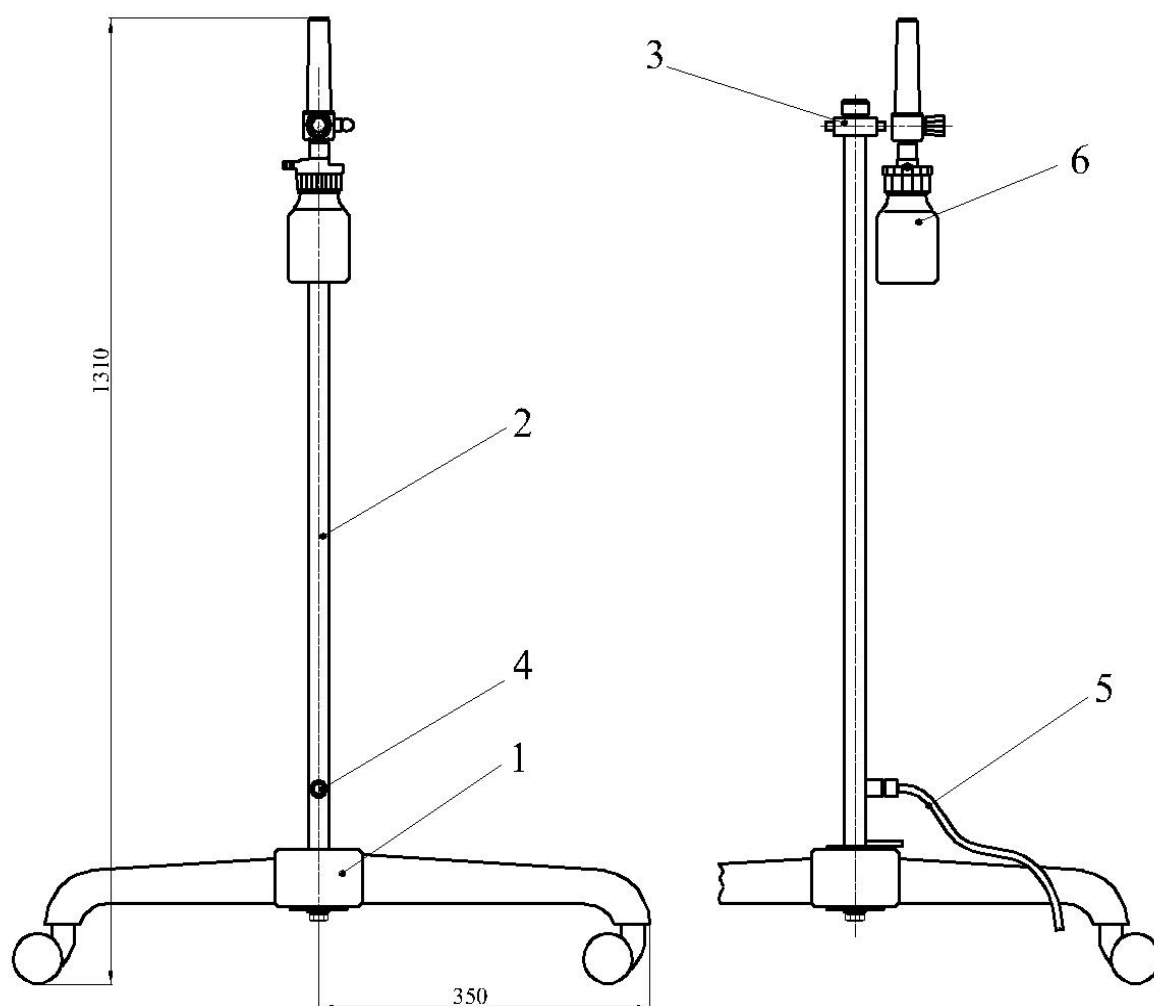
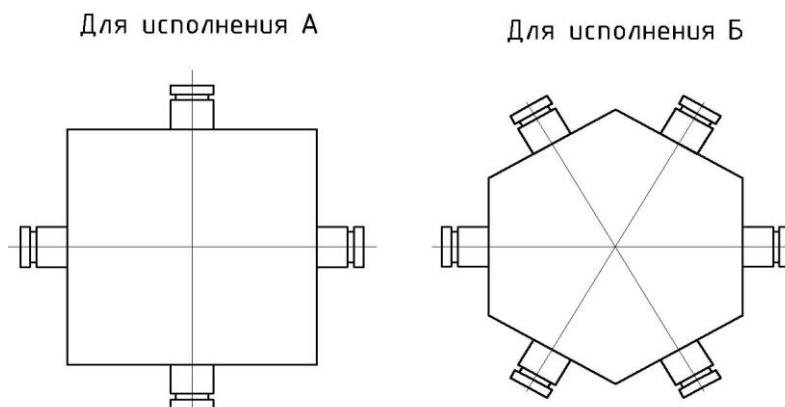

Рисунок 1. Внешний вид и основные размеры изделия.
Рисунок 2. Внешний вид системы подачи медицинского кислорода в ПМГ-М
1.3.2 Изделие состоит (см. рисунок 1) из мобильной стойки (позиция 2), в верхней части которой установлена система подачи медицинского кислорода с манометром (позиция 3), а в нижней части – быстроразъёмное соединение (позиция 4) с полиуретановой трубкой (позиция 5) и расходомеров-увлажнителей (позиция 6).
1.3.3 Стойка представляет собой трубу круглого сечения на пятилучевом основании (рис.1, позиция 1) на колесных опорах, два (один по согласованию с заказчиком) из которых имеют тормоз для фиксации изделия в месте установки.
1.3.4 Система подачи медицинского кислорода (рис. 1, позиция 3) состоит из корпуса и размещенных в нем шести или четырёх соответственно (рис.2) быстроразъёмных муфт (или клапанов) для подключения расходомеров-увлажнителей кислорода РУК-1 (рис.1, позиция 6).
1.3.5 Давление в системе подачи кислорода контролируется манометром (рис.1, позиция 3). Манометр в изделии поверен заводом-изготовителем, осуществляет функцию индикатора и дальнейшей обязательной поверке не подлежит.
1.3.6 В каждое быстроразъемное соединение системы подачи медицинского кислорода (рис.2) подсоединяется расходомер-увлажнитель кислорода РУК-1 (далее – РУК-1) (рис.1, позиция 6), к выходному ниппелю которого подсоединяется шланг для подключения к кислородной маске, канюле, небулайзеру (в комплект поставки не входят).
РУК-1 (рис.1, позиция 6) представляет собой специальное устройство для редукции и увлажнения кислорода подаваемого пациенту. Он поставляется потребителю калиброванным и в дальнейшем калибровки не требует.
1.3.7 В быстроразъемное соединение (рис.1, позиция 4) устанавливается полиуретановая трубка (рис.1, позиция 5), которая соединяет ПМГ-М с узлом подачи кислорода.
3.1.7 Подключить к системе подачи медицинского кислорода (рис.2) увлажнители РУК-1.
3.2.2 Подключить к быстроразъёмной муфте (рис.1, позиция 4) полиуретановую трубку (рис.1, позиция 5) которая соединяет ПМГ-М с узлом подачи кислорода. Убедиться в надежности её фиксации в ловителе быстроразъёмной муфты.